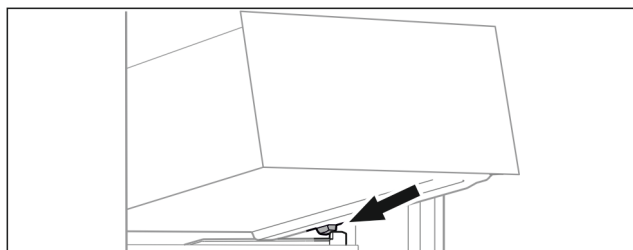

Fig. 29
- Applicare il cassetto inclinandolo dietro i fermi sulla nervatura del contenitore. (vedere Fig. 29)